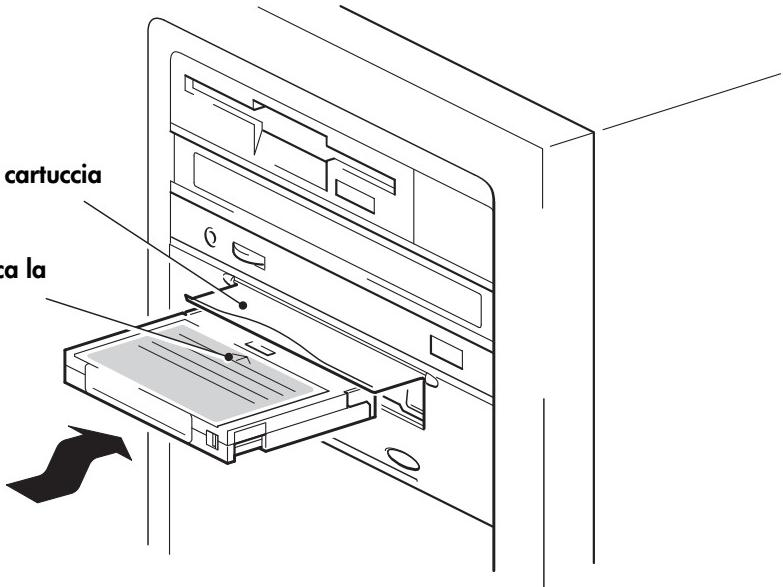

Figura 10a: caricamento di una cartuccia
- 1 Sollevare lo sportello della cartuccia e inserire la cartuccia nello slot situato nella parte anteriore dell'unità, facendo attenzione che la freccia bianca si trovi nella parte superiore e sia rivolta verso lo sportello dell'unità. Esercitare una lieve pressione fino a che l'unità non aggancia e carica la cartuccia (vedere la figura 10a).